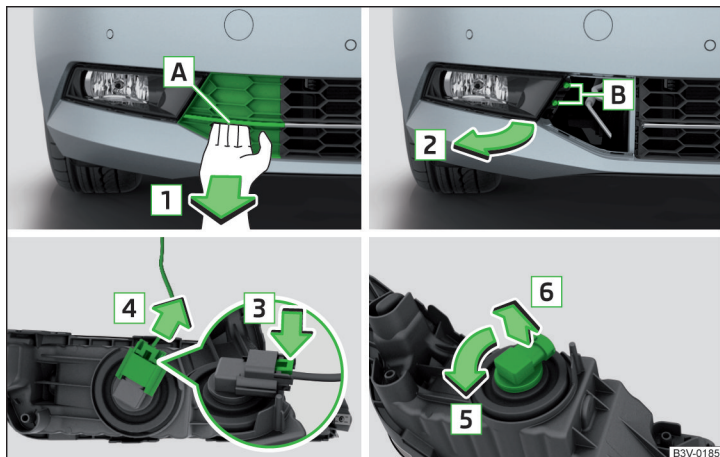

Fig. 370 Demontarea farului de ceață / înlocuirea becului
- Introduceți degetele în degajarea **A** și scoateți grilajul prin tragere în sensul săgeții **1** » fig. 370.
- Introduceți farul de ceață în sens contrar săgeții **2** » fig. 370 și înșurubați-l.